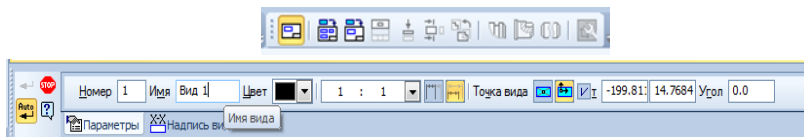

Рис. 3.4. Параметры нового вида
- за допомогою команди *Настройка – Параметры текущего листа – Параметры листа* змінити параметри нового аркуша вказавши потрібний формат і орієнтацію (рис. 3.4). Відзначимо, що на відміну від традиційного креслення обраний формат аркуша не є остаточним. На даному етапі визначити формат аркуша можна приблизно, виходячи з габаритних розмірів деталі, запланованих масштабу, кількості видів,
При створенні документу в КОМПАС-ГРАФІК на ньому автоматично створюється системний початковий вид з масштабом 1:1 і початком координат у лівому нижньому куті рамки. Цей вид має номер 0. Він є основним і його параметри не можуть бути змінені користувачем. Для того щоб розпочати креслення можна створювати власні види. Для цього використовується команда *Создать вид* з меню *Компоновка*. В діалоговому вікні *Параметры нового вида* (див. рис. 3.4) в полі *Масштаб* треба ввести масштаб виду, або обрати його зі списку стандартних масштабів. Нагадаю що масштаби більші за 1 є масштабами збільшення, а менші за 1 – масштабами зменшення. Вказаний масштаб, також на відміну від традиційного креслення не є остаточним і за необхідності може бути змінений.